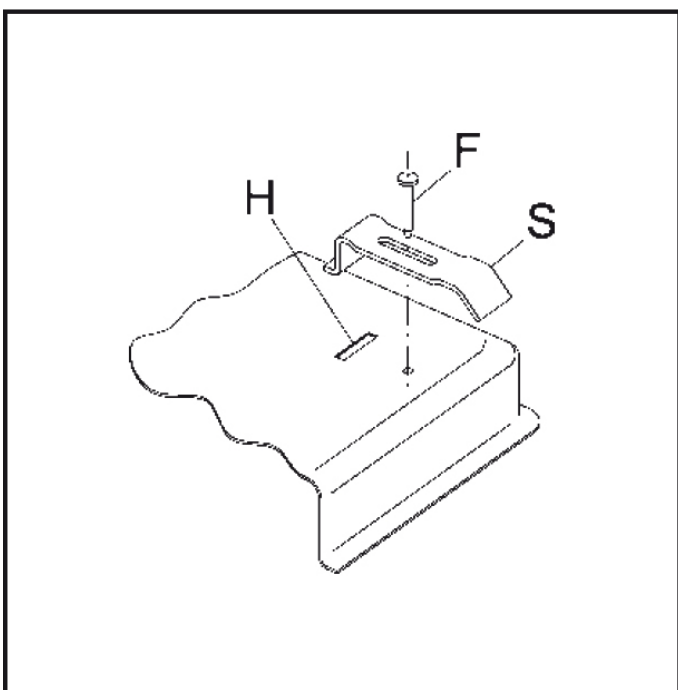

Рис. 10
- Закрепите прибор при помощи скоб «S» и вставьте выступающую часть в отверстие «H» в дне, заверните шуруп «F», чтобы скоба «S» плотно прилегала кверху (Рис. 10).